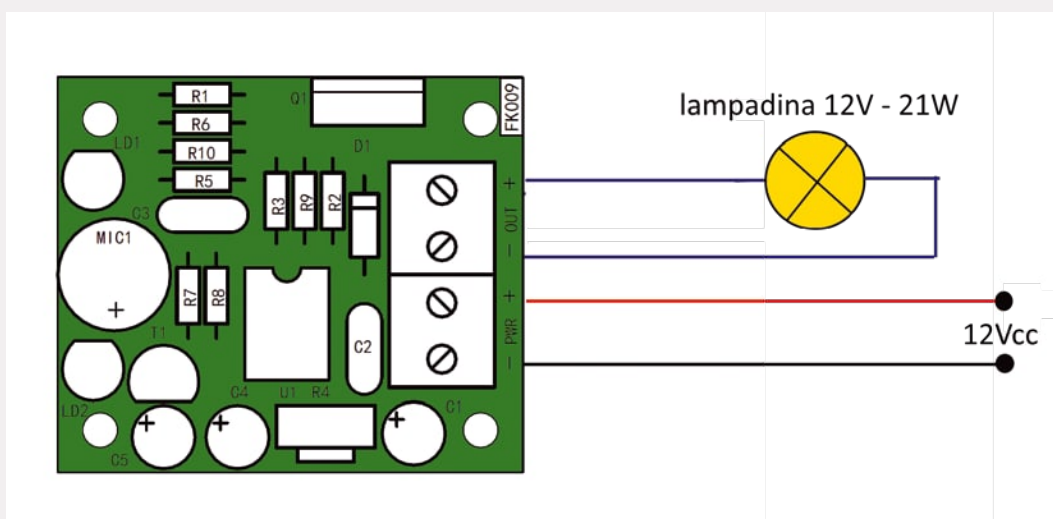

Fig. 1
La **Fig. 1** propone lo schema di cablaggio del circuito nel caso vogliamo realizzare un avvisatore o segnalatore ottico della presenza di suoni nell'ambiente, utile sia agli audiolesi o ipoudenti, sia in tutte quelle situazioni in cui ad esempio il campanello della porta o del citofono, ovvero il telefono, si trovino in un locale differente o in posizione tale da essere confusi con il rumore ambientale. In casi del genere il circuito va posto nelle vicinanze della suoneria o del campanello del caso, mentre la lampadina dovrà essere posta nell'ambiente dove la vediamo meglio, in posizione adeguata e collegata mediante un cavetto bipolare di sezione adeguata (2x0,75 mm sono sufficienti).
di cablaggio proposto nella **Fig. 1** è possibile sostituire la lampadina a incandescenza con una combinazione di LED, come ad esempio una serie di 4 LED bianchi aventi una resistenza di limitazione (in serie) di 56 ohm 1/4W, oppure multipli di questa serie, come tre rami analoghi posti in parallelo e collegati all'uscita +/-OUT; resta inteso che l'anodo dei LED va rivolto verso il terminale + della morsettiera OUT, altrimenti i diodi non si accenderanno. Potete anche utilizzare LED di altro colore, adeguando la resistenza serie (R) che andrà calcolata con la formula: